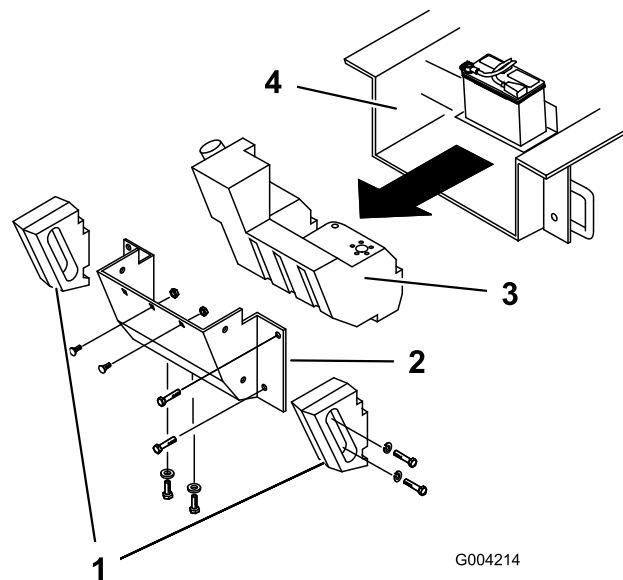

Bild 61
4. Entfernen Sie die Schrauben, Scheiben und Sicherungsscheiben, mit denen die beiden seitlichen Gewichte befestigt sind und entfernen Sie die Gewichte (Bild 61).
7. Entfernen Sie die sechs Muttern und Schrauben, mit denen die hintere Abdeckung befestigt ist und nehmen Sie die Platte ab (Bild 61).
9. Schieben Sie den Kraftstofftank nach hinten (Bild 61).
16. Schieben Sie den Kraftstofftank halb durch in den Rahmen (Bild 61).
22. Setzen Sie die hintere Abdeckung wieder auf und befestigen sie mit den vorher entfernten sechs Schrauben und Muttern (Bild 61).
24. Befestigen Sie die Seitengewichte mit den vorher entfernten Schrauben, Scheiben und Sicherungsscheiben (Bild 61).